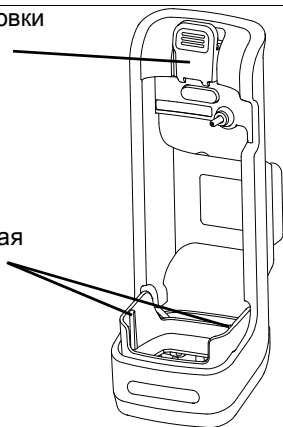
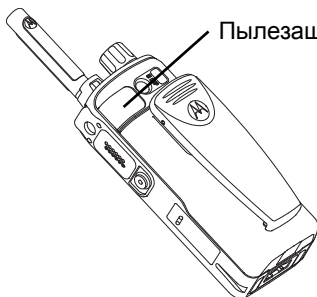

Рис. 1. Автомобильная базовая станция.
Рис. 2. Портативный терминал TETRA.
1. Чтобы установить портативный терминал TETRA на базовую станцию/держатель, совместите разъемы на нижней части портативного терминала TETRA с направляющими, расположенными в нижней части базовой станции, как показано на *рис. 1*. Убедитесь, что пылезащитная крышка портативного терминала TETRA открыта (см. *рис. 2*), перед установкой терминала на базовую станцию.
1. Нажмите кнопку деблокировки базовой станции (см. *рис. 1*) и потяните портативный терминал TETRA вверх, чтобы извлечь его из базовой станции.